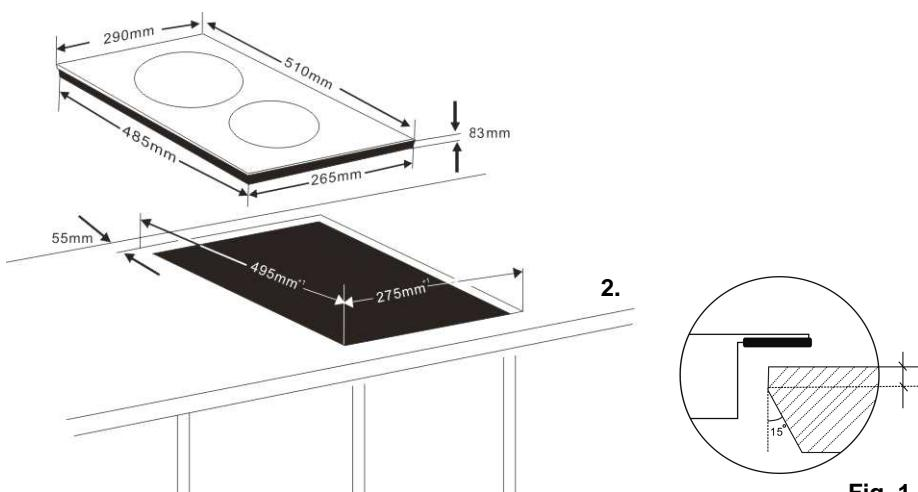

Fig. 1
3. Découper un trou dans le plan de travail tel que décrit sur la figure ci-dessous. (**Fig. 1**)
4. Il est également possible, comme variante du procédé mentionné ci-dessus, d'installer le réchaud à induction au ras du plan de travail, uniquement dans la mesure où la surface est en inox ou conçue dans un matériau résistant à la chaleur. (**Fig. 1**)